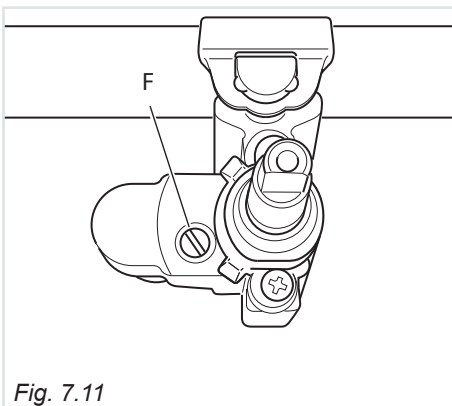

Fig. 7.11
- Togliere la manopola ed agire sulla vite "F" (fig. 7.11) fino ad ottenere la fiamma desiderata.